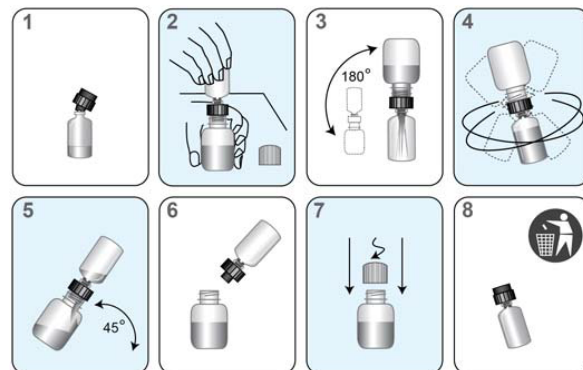

Figura 2. Procesul de Reconstituire
- Deschideti flaconul cu reactivul uscat si introduceti cu fermitate capatul crestut al capacului de reconstituire in deschiderea fiolei (Figura 2, Pasul 1).
- Deschideti solutia de reconstituire cu eticheta de aceeasi culoare, si asezati capacul pe o suprafata de lucru curata si acoperita. in timp ce mentineti sticluta cu solutie pe masa de lucru, introduceti cu fermitate in deschizatura sticlutei celalalt capat al capacului de reconstituire (Figura 2, Pasul 2).
- Inoarceti usor ansamblul de sticlute. Permeteti solutiei sa se scurga din sticluta in fiola de sticla (Figura 2, Pasul 3). Asteptati ca reactivul liofilizat sa se reconstituie solutie, apoi rotiti usor solutia din fiola de sticla pentru omogenizare. Evitati formarea spumei in timpul amestecarii (Figura 2, Pasul 4).
- Intoarceti ansamblul si inclinati-l intr-un unghi de 45° pentru a minimiza crearea spumei (Figura 2, Pasul 5). Permeteti intregului lichid sa se scurga inapoi in flaconul de plastic.
- Indepartati capacul de reconstituire si fiola de sticla (Figura 2, Pasul 6).
- Repuneti capacul flaconului de plastic (Figura 2, Pasul 7). Inregistrati initialele operatorului si data reconstituirii, pe toate fiolele de reactivi reconstituiti. Asigurati-va ca ati notat analitul (PCA3 sau PSA) pe fiolele Reactivului Probei.
- Aruncati capacul de reconstituire si fiola de sticla (Figura 2, Pasul 8).